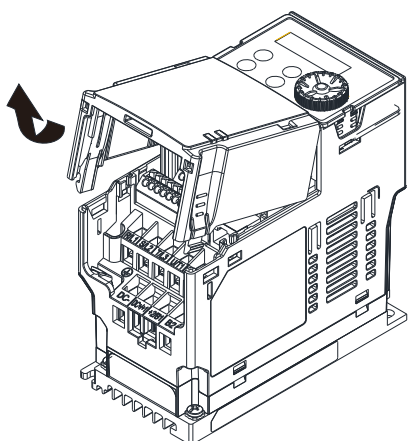

图8-22
1. 关闭变频器电源，取下变频器上盖，如图 8-22 所示。